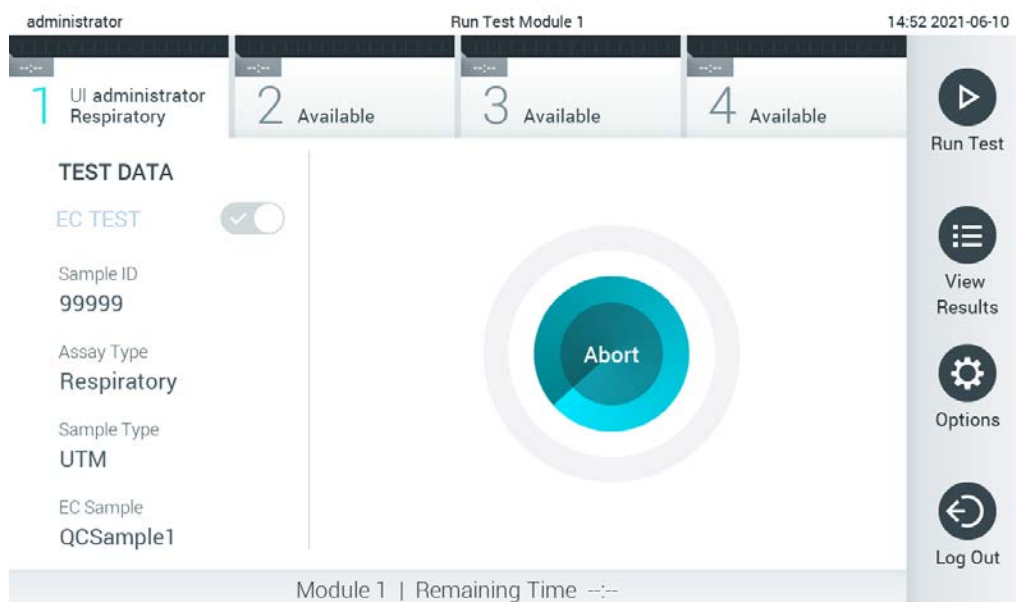

Рис. 94. Выполнение анализа и отображение оставшегося времени процедуры.
10. При обнаружении картриджа для тест-системы QIAstat-Dx QIAstat-Dx Analyzer 1.0 автоматически закрывает крышку входного порта для картриджа и начнет цикл анализа. Дополнительные действия со стороны оператора не требуются. Во время выполнения анализа оставшееся время процедуры отображается на сенсорном экране (рис. 94, следующая страница).